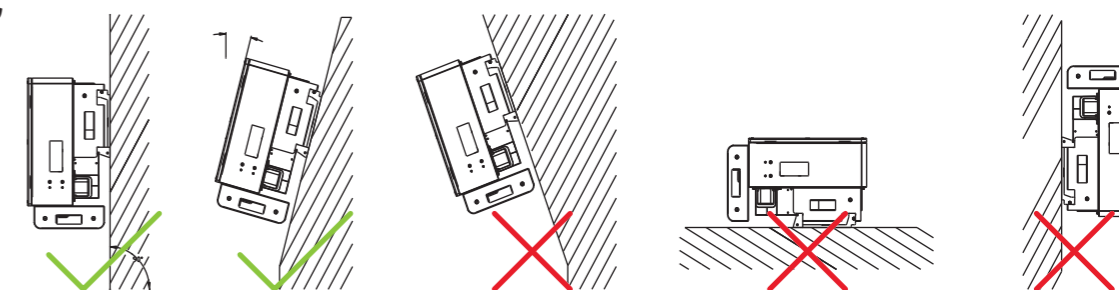

图 4.1 安装方式
- ① 本设备可用于安装于室外及室内。
- ② 请根据图 4.1 指引安装设备。安装地点垂直于地面, 允许最大向后倾斜 15°安装。安装地点水平于地面, 逆变器与地面倾角需大于 10°。不要将逆变器水平或倒置安装。
- ③ 为了便于维修, 请在与视线平齐的地方安装设备。
- ④ 安装前请确认墙壁有足够的强度能够固定螺丝及承受设备的重量; 请确保设备的挂板安装妥当。